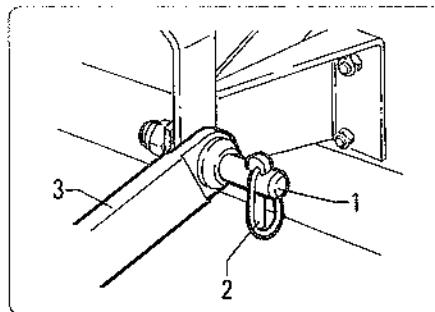

fig. 4.1.1
- Den Schlepper im Rückwärtsgang an den Schlegelhäcksler annähern. Dabei die unteren Lenker des Schleppers auf die beiden seitlichen Kupplungspunkte "1" Abb. 4.1.1. ausrichten.
- Fissarli inserendo le relative copiglie di sicurezza "2" fig. 4.1.1.